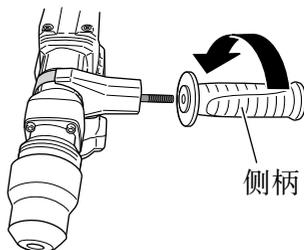

图 5
(4) 将夹箍调整到适合任务的位置，转动侧柄，拧紧夹箍。一定要把夹箍拧紧。(图 5)
(图 5)